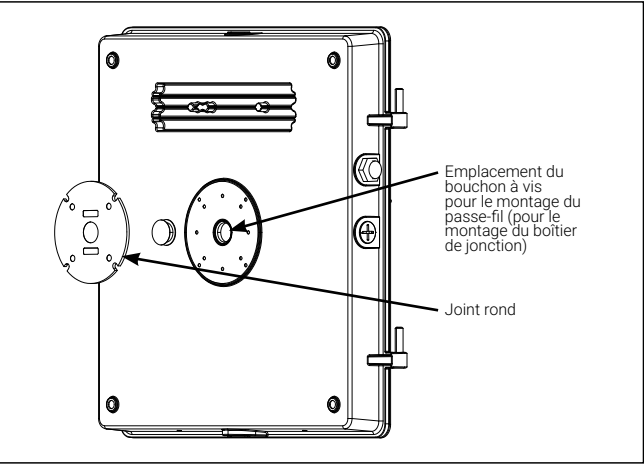

Figure 3
- Si vous utilisez une boîte de jonction, retirez le bouchon à vis de l'arrière. Insérez l'œillet dans le trou comme indiqué sur la Figure 3. (fourni dans un sachet d'accessoires)